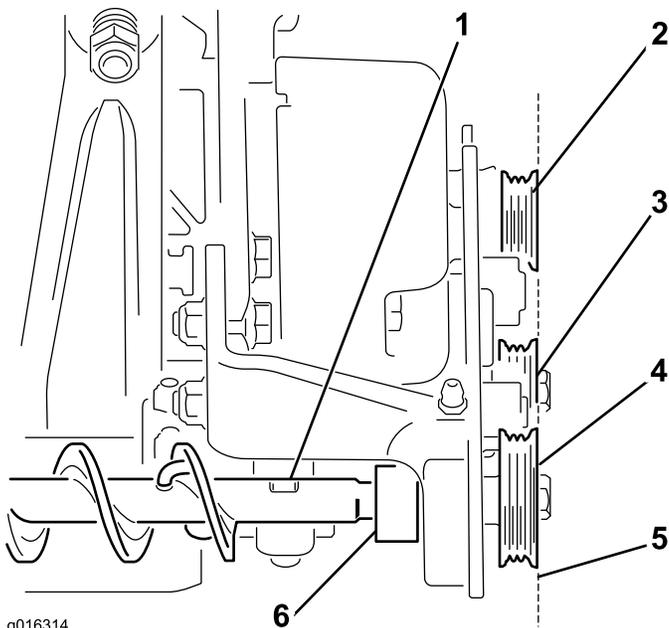

Figura 9
- A. Allineate la puleggia condotta al tendicinghia e alle pulegge motrici spostando il gruppo spazzola per rullo avanti e indietro tra supporto destro e sinistro; vedere (Figura 9).